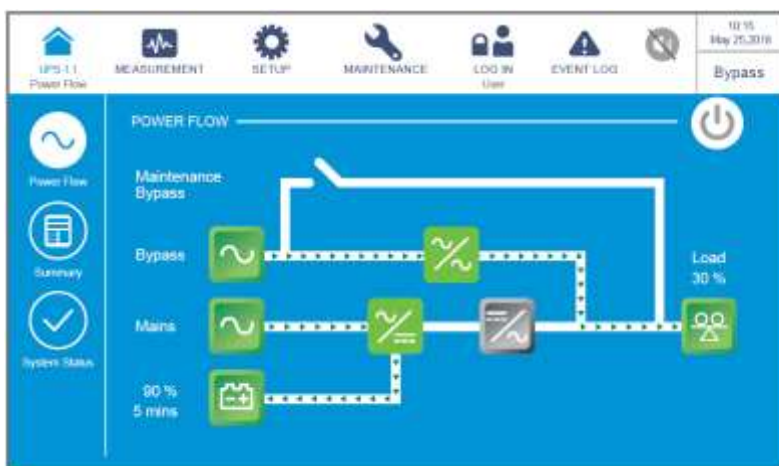

Рисунок 6-64: Экран байпасного режима
- 3) После выбора **'YES'**, ИБП отключит выход с каждого силового модуля и будет осуществлять подачу питания с байпасного источника переменного тока. Если байпасный источник переменного тока работает ненормально, то существует риск прерывания подачи питания, и подключенные важные нагрузки не будут защищены. В этот момент каждый силовой модуль продолжает заряжать батареи, трехцветный светодиодный индикатор загорается желтым цветом и появляется следующий экран (*Рисунок 6-64*). Расположение трехцветного светодиодного индикатора см. на *Рисунке 2-11*.